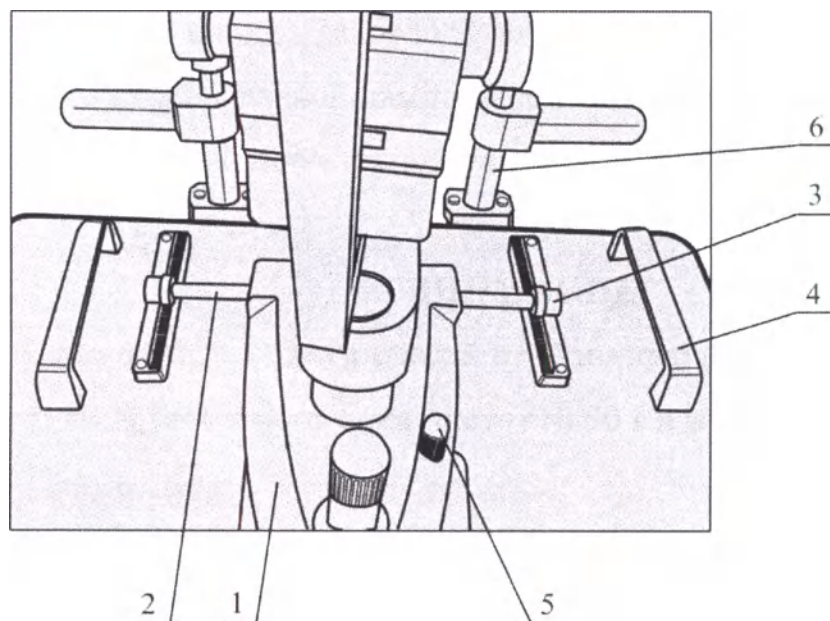

Рисунок 4 – Сборка механизма перемещения каретки опорной
- в каретку опорную поз. 1 (рисунок 4) установить валик поз. 2. На валик установить зубчатые колеса поз. 3. Снять щитки поз. 4. Разблокировать ручку поз. 5. Каретку опорную установить на столешницу так, чтобы зубчатые колеса валика вошли в зацепление с зубчатыми рейками, при этом валик должен быть расположен перпендикулярно рейкам, и каретка должна легко перемещаться по плате основания без заеданий и перекосов. Закрыть рейки щитками поз. 4 и закрепить при помощи винтов;